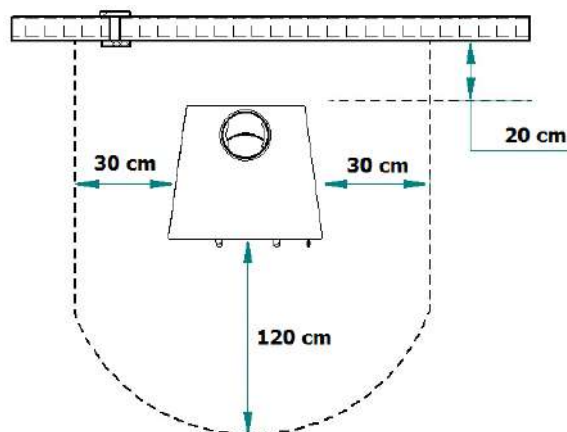

Fig. 37 – Distancias mínimas de segurança
* Na vizinhança das paredes da salamandra não devem ser utilizados materiais combustíveis. Deve respeitar uma distância de segurança de 20 cm em relação às costas, 30 cm às laterais e 120 cm na frente (Fig.37);